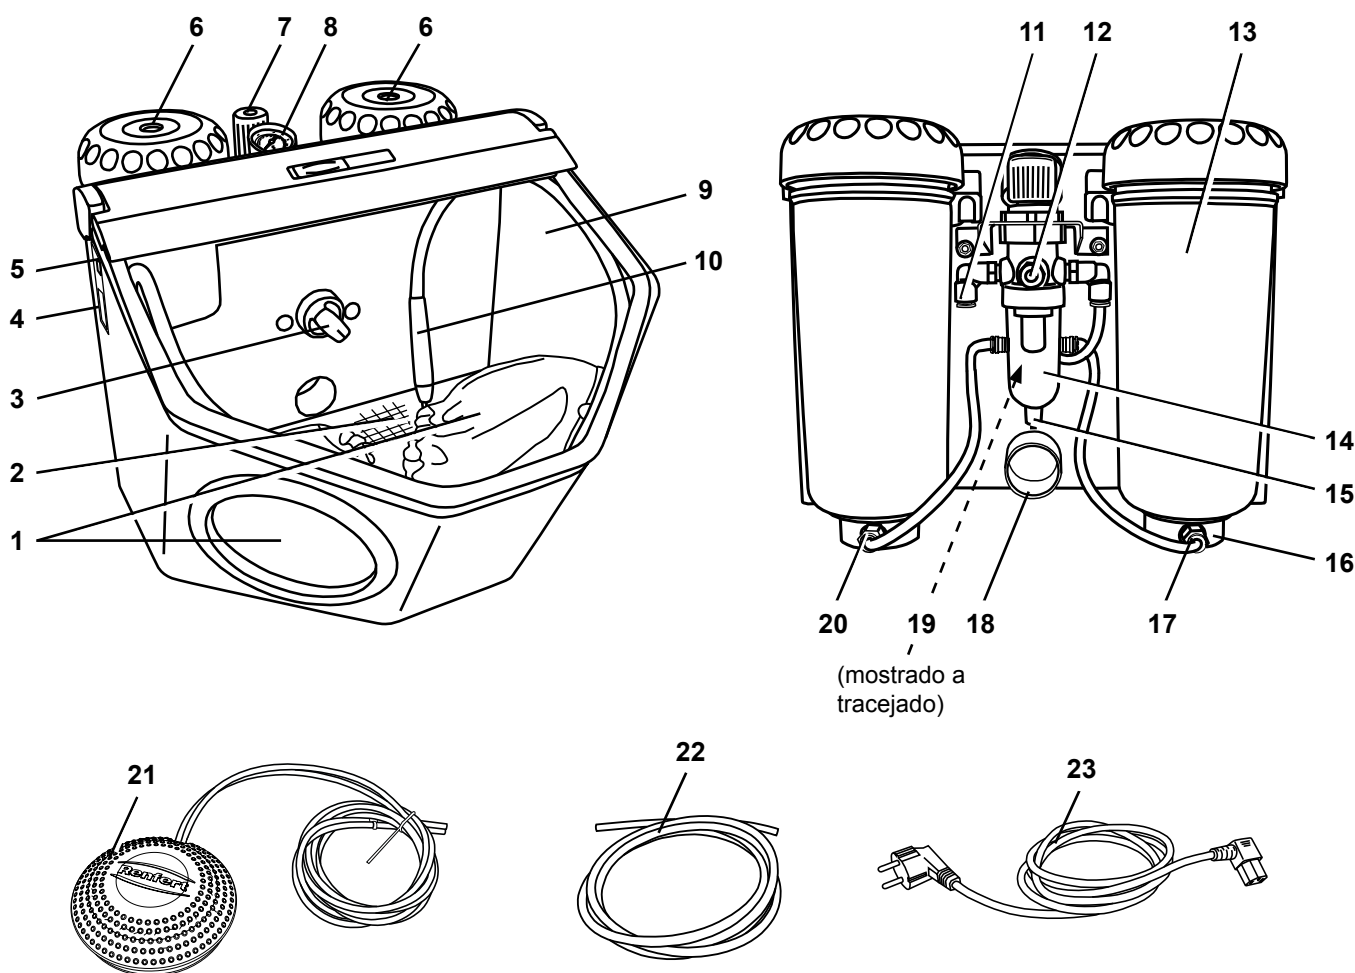

Fig. 1
versão com 1 reservatório: (20, Fig. 1)
- Com o seletor (3, Fig. 1), selecionar o reservatório de jateamento (apenas na variante com 2 reservatórios).
- Pressionar o pedal de acionamento (21, Fig. 1).